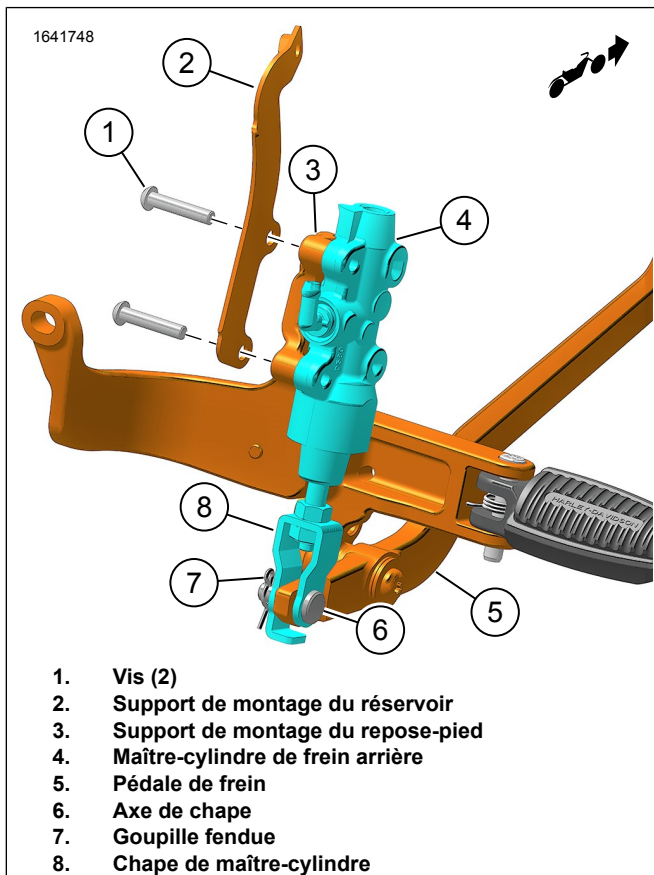

Figure 10. Maître-cylindre du frein arrière
2. Voir la figure 10. Installer le maître-cylindre de frein arrière.
- a. Positionner le support de montage du réservoir (2) et le maître-cylindre de frein arrière (4) sur le support de montage du repose-pieds (3).
- b. Poser les vis (1). Serrer.